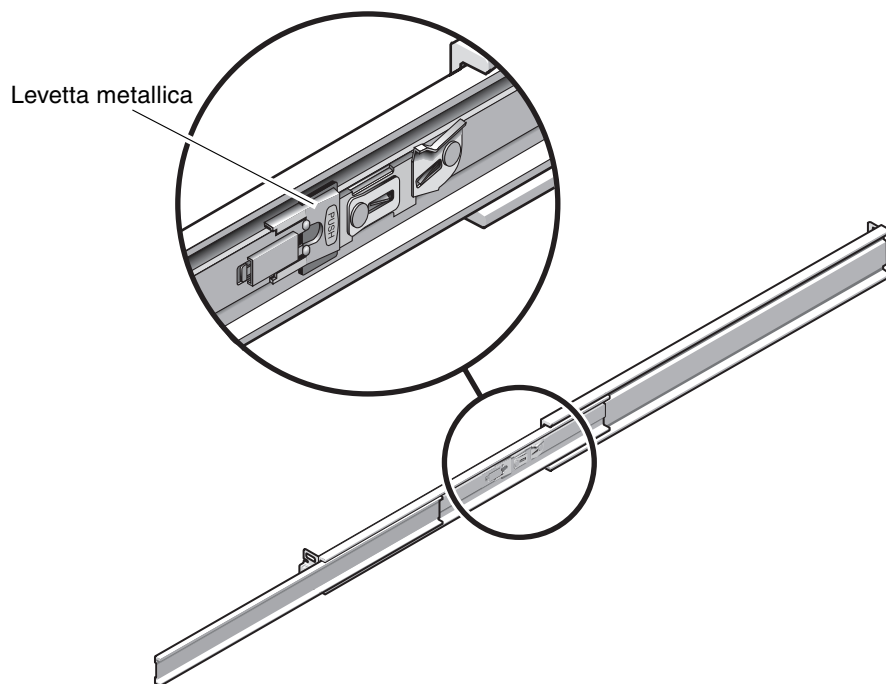

FIGURA 2-3 Sblocco della sezione centrale dalla guida
- d. Premere la levetta metallica (con l'indicazione Push) nella sezione centrale (FIGURA 2-3) della guida, quindi spingere nuovamente la sezione centrale all'interno del rack.